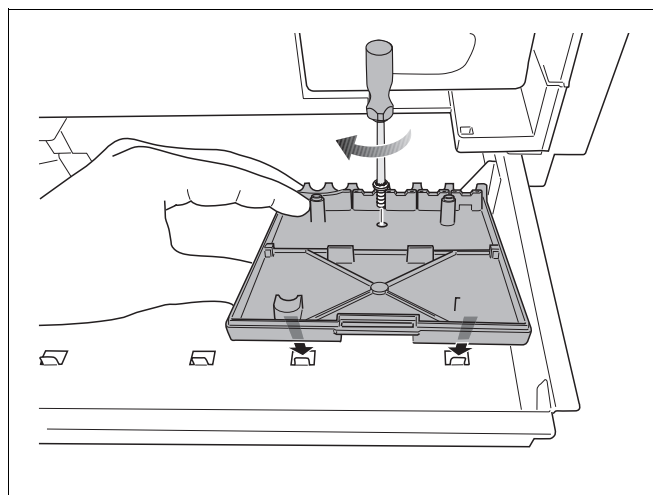

Fig. 40 Monteren montageplaat
- Monteer de montageplaat op de gewenste positie in de schuiflade (→ fig. 40).